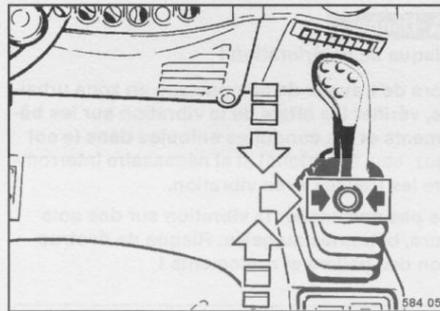

fig. 53
- Ramener lentement le levier de commande de marche (fig. 53) sur position neutre puis l'enclencher vers la droite sur position de freinage.